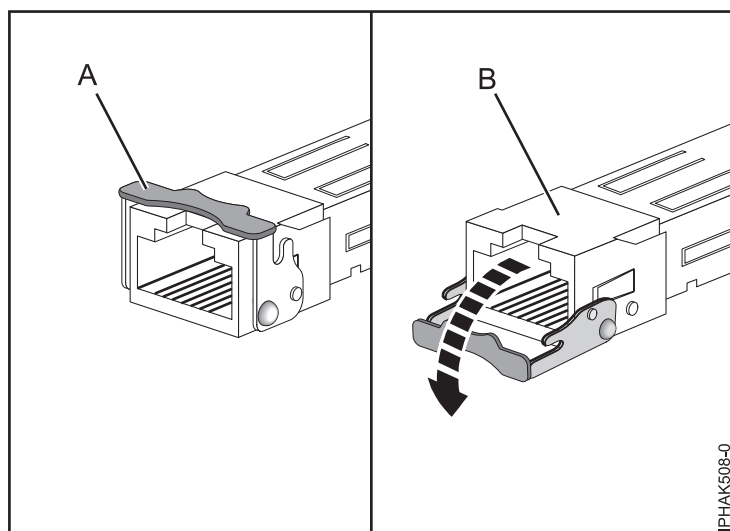

Figura 32. Remover transmissores-receptores SFP dos adaptadores
Nota: Algumas FRUs de adaptador Ethernet ou Fiber Channel requerem a remoção dos pequenos transmissores-receptores de ligação de factor de forma (SFP) (se existirem) para remover o contraponto. Com a placa colocada numa superfície plana antiestática, abra a ranhura (A) rodando-a para baixo e para fora da placa, conforme mostrado em Figura 32 na página 41. Faça deslizar o transmissor-receptor (B) para fora do hardware do adaptador. Repita para o outro transmissor-receptor.